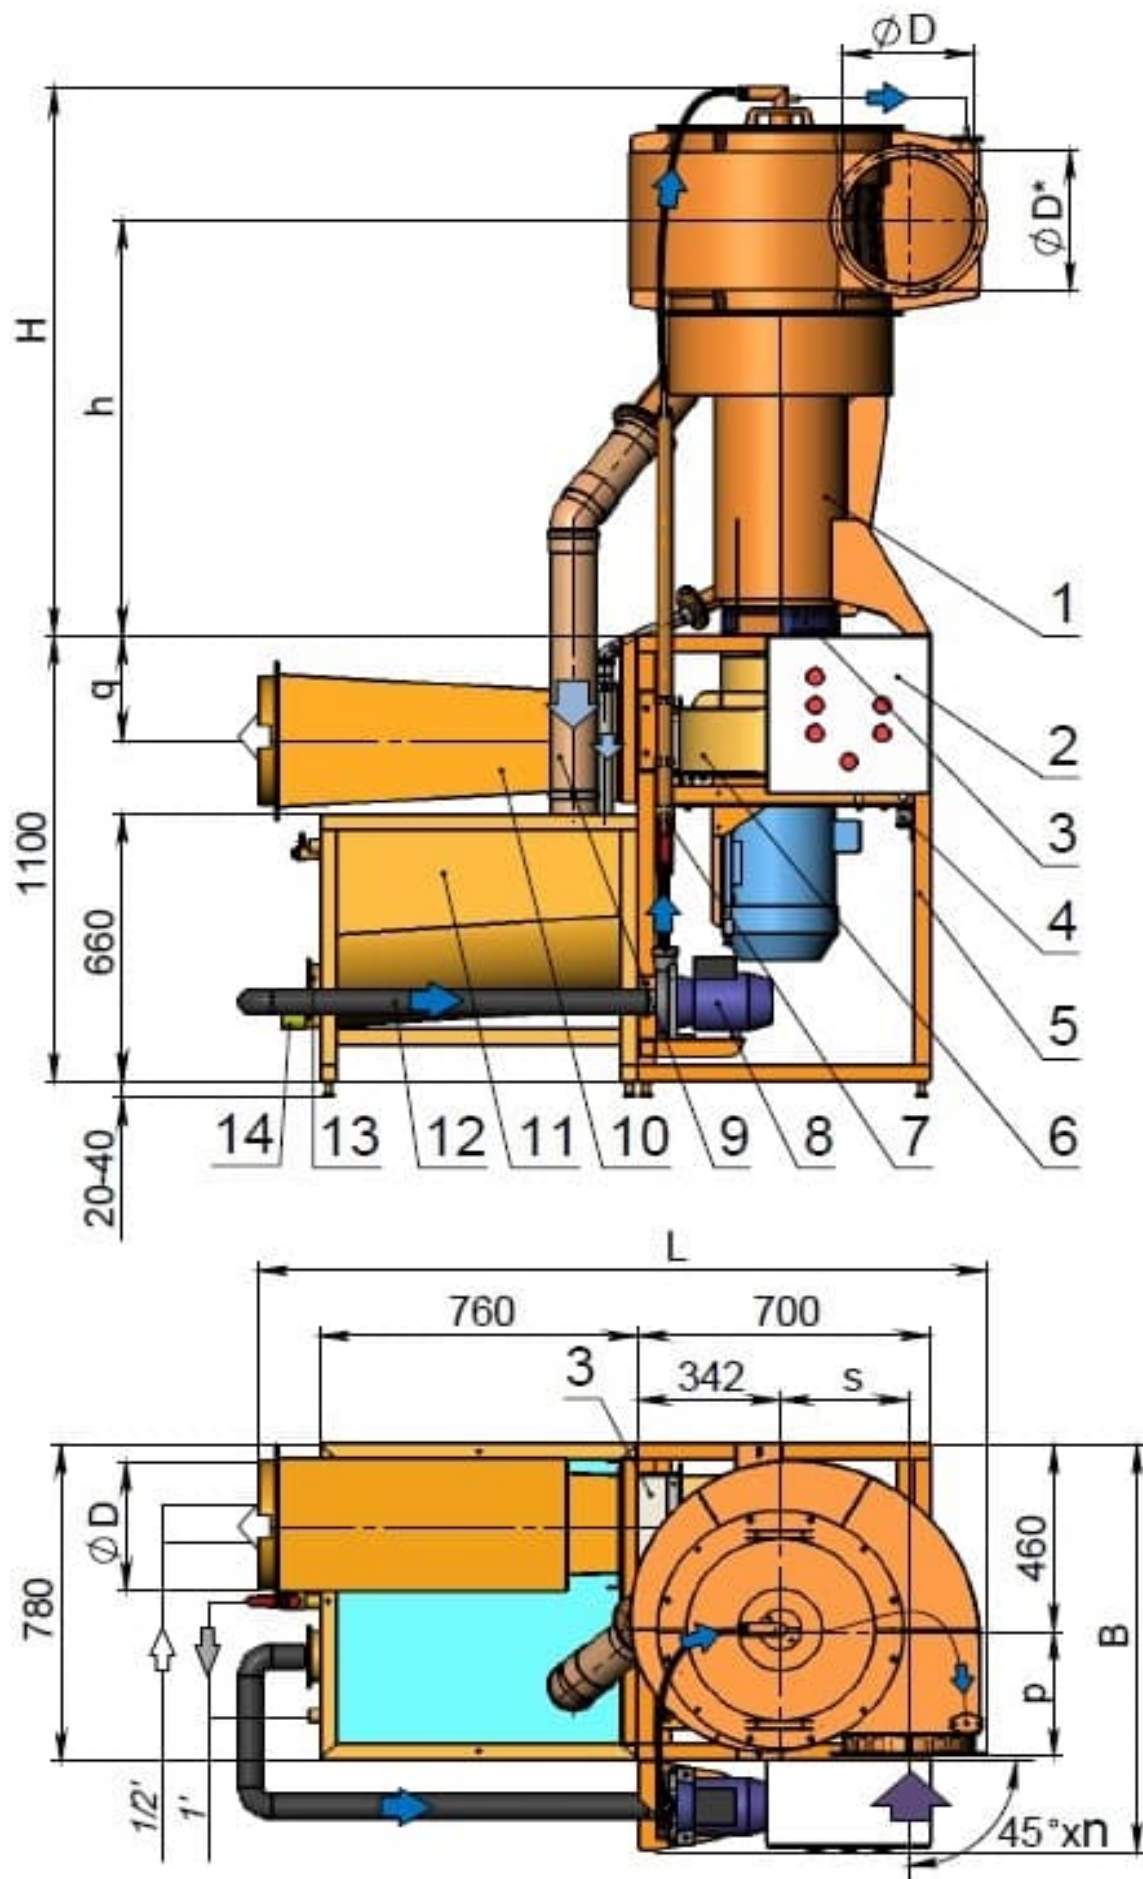
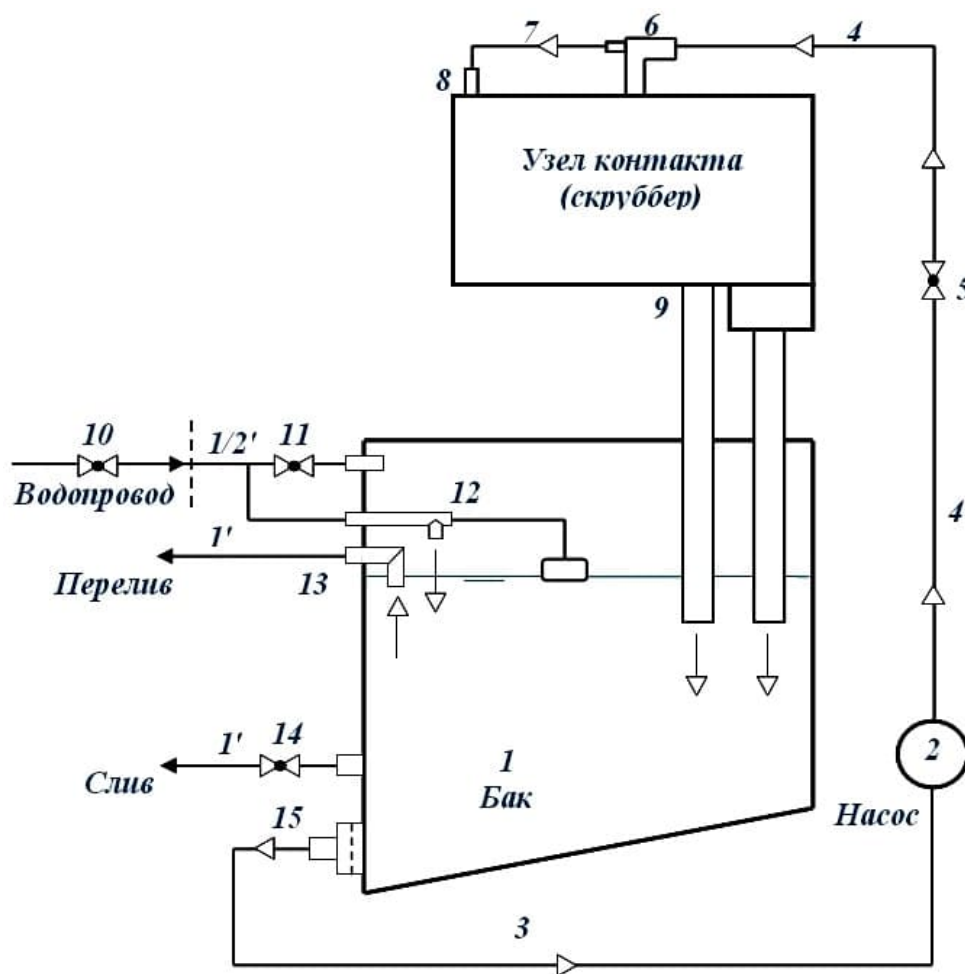
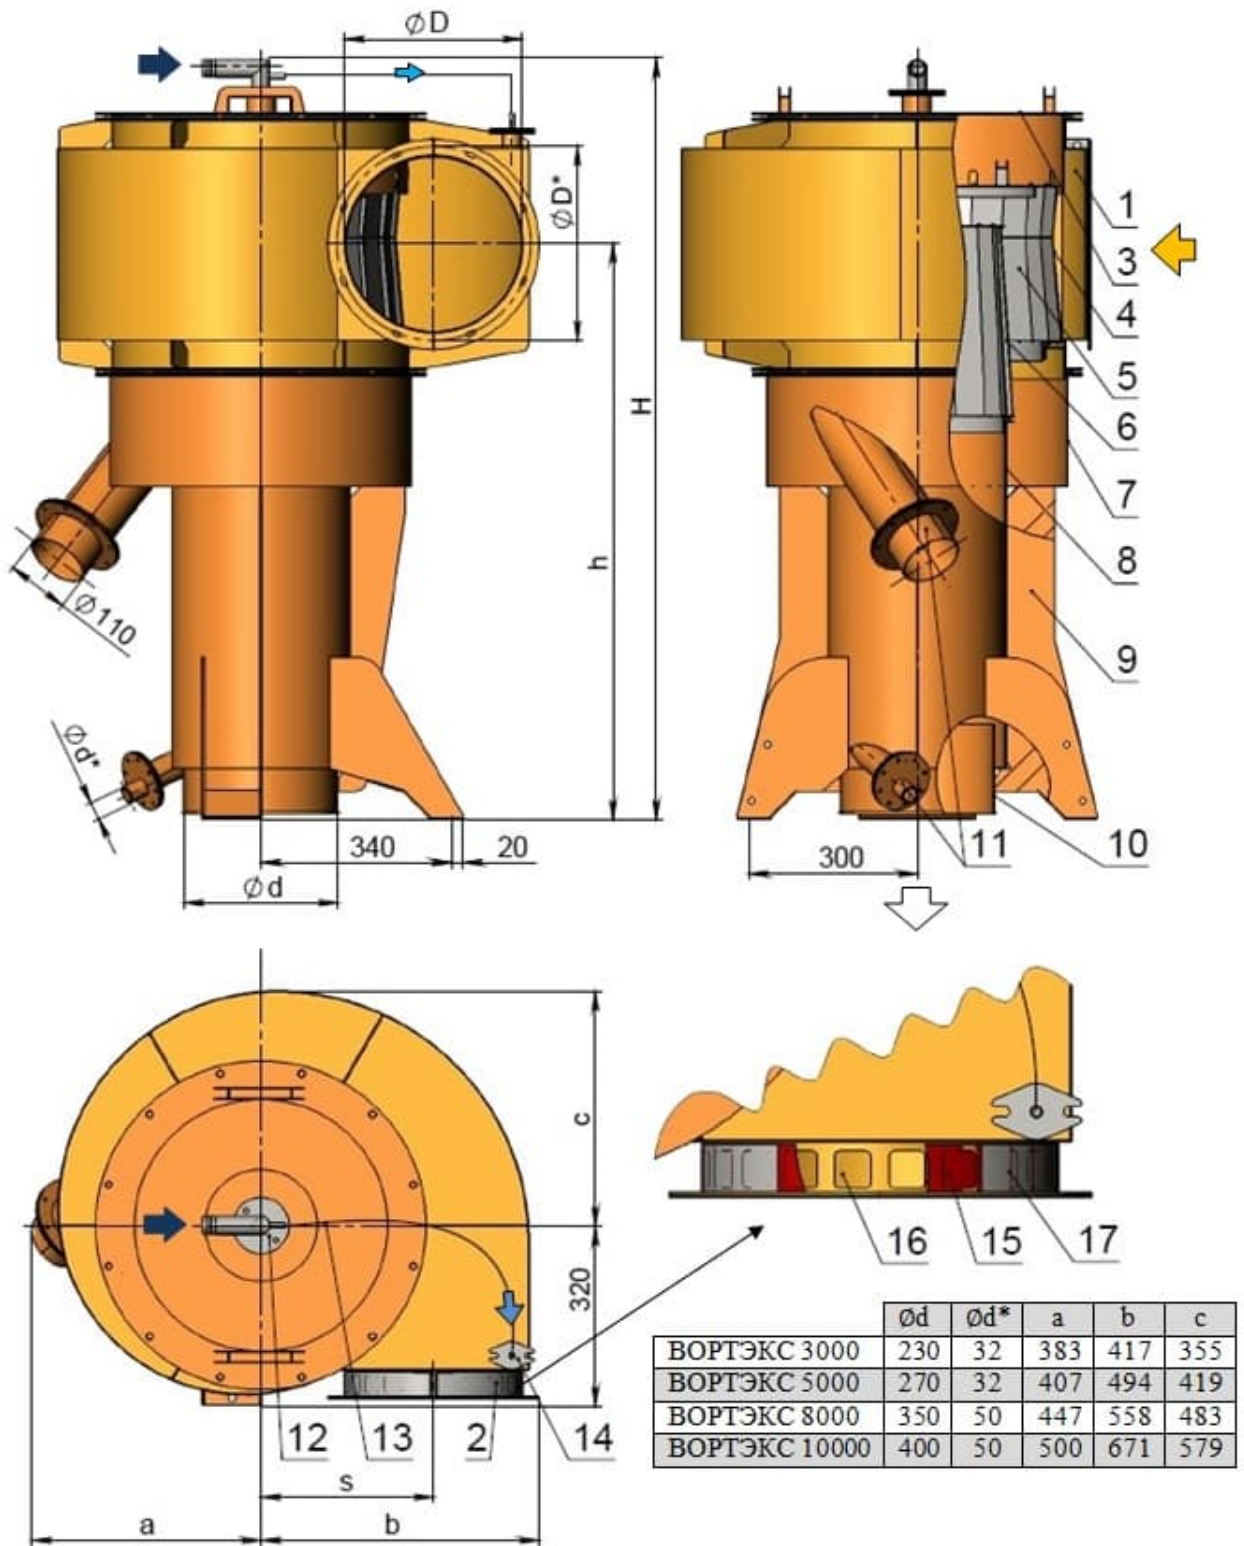
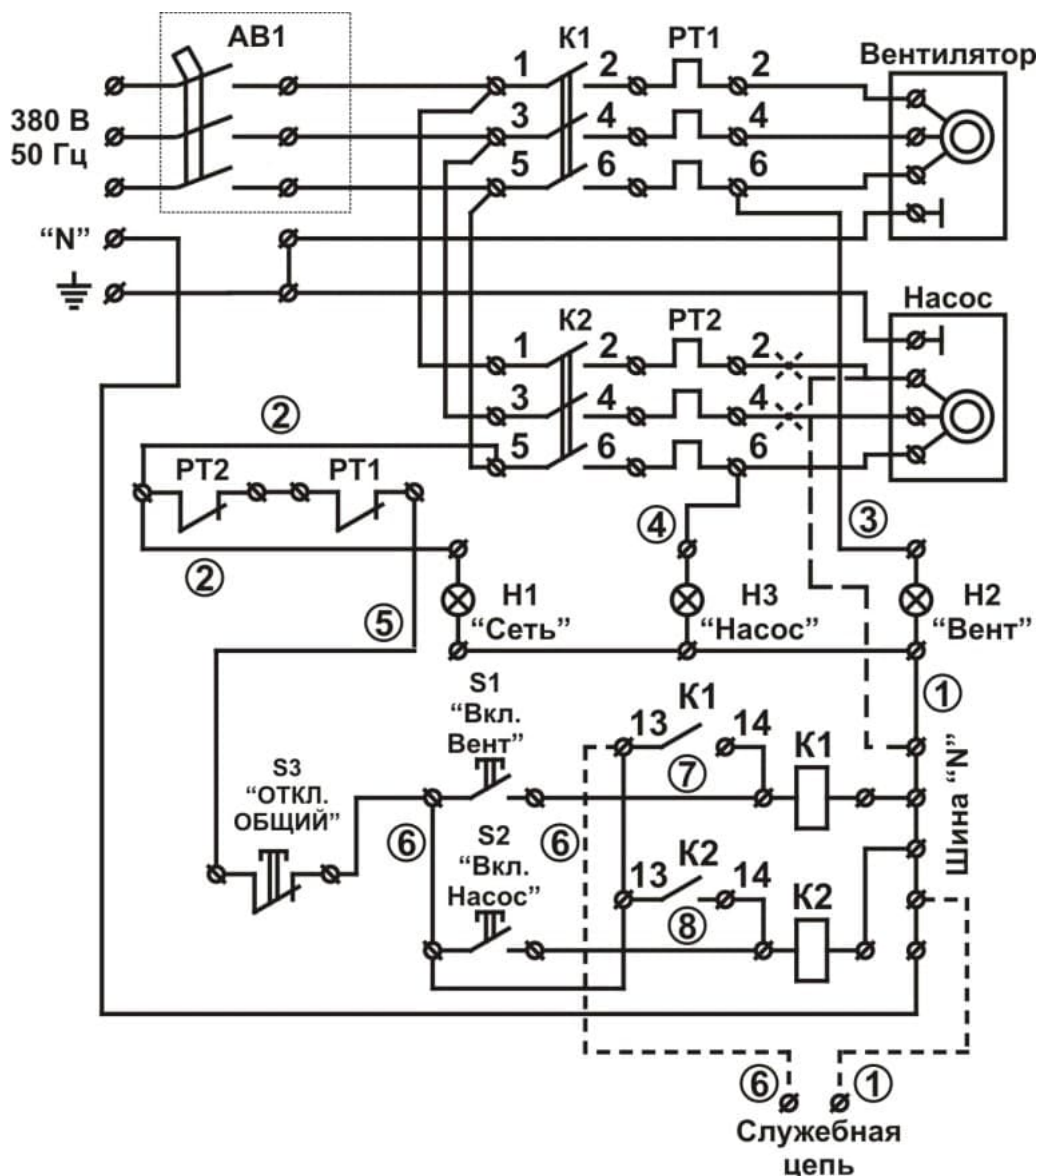

Рис. 1. Вихревой гидрофильтр "Вортэкс" в стандартном исполнении, входной улиткой, ориентированной входом со стороны шкафа управления (270°).
Рис. 2. Схема водооборота установки.
Рис. 4. Узел контакта (вихревой скруббер "Вортэкс").
Рис. 5. Электрическая схема
Вихревые гидрофилтеры "Вортэкс" в стандартном исполнении (рис. 1) состоят из следующих сборочных единиц: опорная рама **5**, с установленными на ней узлом контакта газа и жидкости (вихревой скруббер "Вортэкс") **1**, шкафом управления **2**, вентилятором "Вортэкс-3...10" **6**, на амортизаторах **4**, консольным центробежным насосом **8**, гибкими вставками **3**, ограничительный вентиль **7**, диффузор-шумоглушитель **10**, сливные трубы **9**, шланг **12**, бак оборотной воды **11**, с установленными на нем штуцером водозабора с предохранительным фильтром **13**, сливным штуцером с шаровым краном **14** и необходимая водная арматура.
Основные геометрические размеры установок, не указанные в технических характеристиках и на рис. 1, 2, 3, приведены в таблице:
(рис. 2) включает: бак 1, консольный центробежный насос 2 соединенный шлангом 3 $D_y=50\text{мм}$ с баком, шлангом 4 $D_y=32\text{мм}$, с установленными на нем ограничительным вентиляем 5 (поз. 7 на рис. 1, 3), соединенным с тройником 6, предназначенным для подачи воды в узел контакта, шлангом 7 $D_y=10\text{мм}$, соединенным со штуцером 8, предназначенным для орошения входа улитки, сливные трубы 9, устанавливаемый на водопроводе вентиль 10 (в комплект не входит), и установленные на баке заправочный штуцер с вентилем 11, штуцер с поплавковым клапаном 12, штуцер перелива 13, сливной штуцер с шаровым краном 14 и штуцер водозабора, оснащенный предохранительным фильтром-сеткой 15.
Узел контакта - вихревой скруббер (рис. 4) включает: улитку **1** с входным по воздуху патрубком **2** и крышкой **3**, установленную внутри улитки вихревую контактную камеру **4**, завихритель **6**, сепаратор **7**, каплеуловитель **8**, опоры **9**, выхлопной патрубков **10** и сливные патрубки **11**. На улитке установлен тройник ввода жидкости **12**, соединенный шлангом **13** со штуцером **14**. Окна **16** (выноска рис.4) жалюзийного типа, используются при необходимости для подсоса воздуха. По умолчанию они перекрыты хомутом **17** с ответными прорезями и уплотнительной манжетой **15**.
Благодаря создаваемому вентилятором разрежению загрязненный воздух поступает во входной патрубок **2** узла контакта (рис. 4), распределяется по периметру улитки **1** и проходит через лопаточный направляющий аппарат вихревой камеры **4**, формирующий равномерно распределенные по периметру тангенциальные струи на входе в камеру и течение вихревой структуры внутри нее.
Вода подается насосом **8** (рис. 1, 3) из бака **11** через предохранительный фильтр-сетку **13** и ограничительный вентиль **7** в тройник **12** (рис. 4), из основного штуцера которого поступает на орошение улитки **1** и вихревой камеры **4**. Часть воды отводится на орошение входного участка улитки с помощью шланга **13** и штуцера **14**. Вместе с воздухом вода поступает в вихревую камеру **4**, где дробится струями воздуха на капли, которые вовлекаются в вихревой поток и центробежными силами отбрасываются к лопаткам направляющего аппарата вихревой камеры. Здесь капли сливаются и вместе с воздухом поступают в центр потока, где вновь дробятся. В результате этого каскадного процесса формируется вращающийся газожидкостный слой **5**, удерживаемый в вихревой камере центробежными силами, эффективно фильтрующий воздух.
На выходе из вихревой камеры основная часть жидкости сбрасывается в карман сепаратора **7** (рис. 4). Небольшая часть жидкости проходит вместе с воздухом через завихритель **6**, подкручивающий поток. Под действием центробежных сил жидкость осаждается на трубе каплеуловителя **8** и собирается в его кармане. Из карманов сепаратора и каплеуловителя через патрубки **11** (рис. 4) и сливные трубы **9** (рис. 1, 3) вода сбрасывается в бак **11** на рециркуляцию.
Система управления установки включает шкаф управления 2 (рис. 1, 3), соединенный электрокабелями с сетью, электродвигателями вентилятора 6 и насоса 8.
Схема электрическая принципиальная показана на рис. 5. Электропитание 380 В, 50 Гц, подается на пускатели двигателя вентилятора и насоса K1 и K2 соответственно. Ток срабатывания защищающего трехфазного автомата АВ1 для модели "Вортэкс-3000" - 32А, "Вортэкс-5000" - 40А, "Вортэкс-8000" - 50А, "Вортэкс-10000" - 63А. Пунктиром обозначен вариант присоединения 1-фазного насоса и (только для "Вортэкс-10000") служебная цепь.
В стандартном исполнении со встроенным вентилятором (рис. 1):
В моделях "Вортэкс-8000" и "Вортэкс-10000" узел контакта упаковывается отдельно - сепаратор **7** (рис. 4), каплеуловитель **8** на опорах **9**.
Для монтажа установки (рис. 1,3) необходимо:
6.6 Установить с помощью болтовых соединений на выхлопном патрубке вентилятора **6** диффузор-шумоглушитель **10** в сборе с гибкой вставкой **3** (рис. 1).
6.7 Соединить с помощью прилагаемых шлангов насос **8** (рис. 1, 3) с выходным штуцером фильтра-сетки **13** и ограничительным вентилем **7**, далее с тройником подачи воды **12** (рис. 4), в узел контакта **1**. Закрепить шланги с помощью прилагаемых хомутов. Надеть на сливные патрубки узла контакта **1** трубы **9** (рис. 1, 3).
6.8 Соединить установленный на водопроводе вентиль **10** (рис. 2) напорными шлангами с вентилем **11** и поплавковым клапаном **12**. Соединить шлангами штуцер **13** и кран **14** с канализацией (отстойником, системой утилизации отработанной жидкости). Открыв вентили **10** и **11**, наполнить бак водой. Убедиться в том, что закрытие клапана **12** (отсечение подачи воды) достигается при уровне воды в баке, немного более низком, чем уровень установки штуцера **13**, при необходимости отрегулировать рычаг клапана.
6.9 Убедиться в надежном соединении электрокабелей, выходящих через отверстия в боковой стенке установленного на раме **5** (рис. 1, 3) шкафа управления **2** с электродвигателями вентилятора **6** и насоса **8** в соответствии с принципиальной электрической схемой (рис. 5). Обязательно произвести заземление корпуса шкафа **2**, бака **11** и рамы **5**! Подсоединить шкаф управления к электросети. Проверить соответствие напряжения сети и надежность подсоединения подводящего кабеля к выводам шкафа управления. Подключить установку к сети через установленный в шкафу управления автомат АВ1 – на лицевой панели шкафа должен загореться индикатор "Сеть". Кратковременно включить вентилятор и проконтролировать направление вращения рабочего колеса. При необходимости изменить фазировку подключения вентилятора к сети.
8.1 Перед началом работы убедиться, что все шланги и трубы находятся на штатных местах, шланги надежно затянуты хомутами, а сливной вентиль 14 (рис. 2) закрыт. Открыть вентили 10, 11 и наполнить бак водой из водопровода. Закрыть вентиль 11. Убедиться в том, что уровень воды в баке регулируется поплавковым клапаном 12. В противном случае отремонтировать или заменить поплавковый клапан.
Положение ограничительного вентиля 7 (рис. 1,3, поз. 5 рис. 2) устанавливается изготовителем при настройке установки. Изменение его положения может вызвать вынос капельной влаги на выходе гидрофилтра или снижение эффективности воздухоочистки.
9.2.2 Отсоединив трубы **9** (рис. 1, 3) от сливных патрубков узла контакта, проверить состояние патрубков и труб и при необходимости прочистить.
9.2.3 Произвести разборку узла контакта (рис. 4), осмотреть его улитку **1**, сепаратор **7**, каплеуловитель **8**, вихревую камеру **4**, и завихритель **6**. При необходимости промыть их или прочистить. Осмотреть состояние уплотнений из микропористой резины. При заметном износе или повреждениях - заменить их.